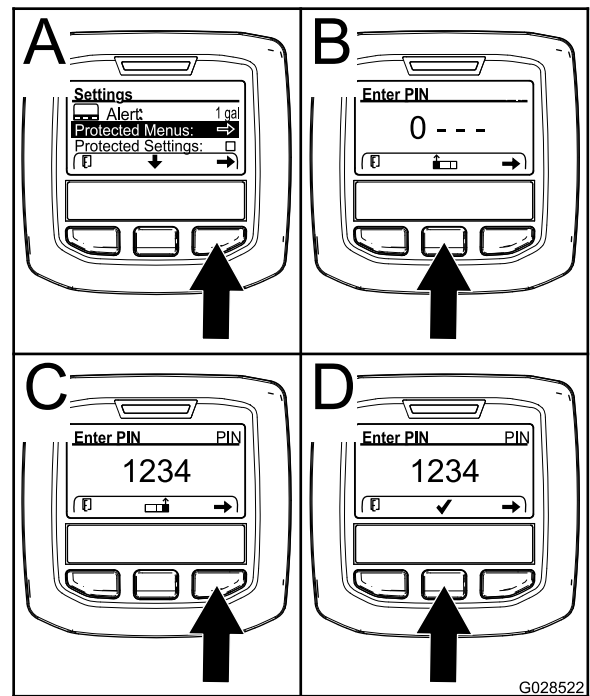

图24
- 按右侧选择按钮可选择受保护菜单（图24）。
- 按中间选择按钮（图24 中的 B）可增加数值（0~9）。
- 按右侧选择按钮（图24 中的 C）可将光标移至右边的下一个数值位置。
- 注意：** 核选标记图标将显示在中间选择按钮的上方（图24 中的 D）。
- 按中间选择按钮（图24 中的 D）输入密码。